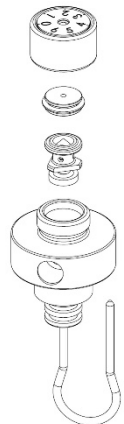

Abb. 10
- Stoßen Sie die Gabel von unten in das Luftregulierungsgehäuse und drücken Sie die Luftdüsenscheibe und das Rückschlagventil heraus (Abb. 10).